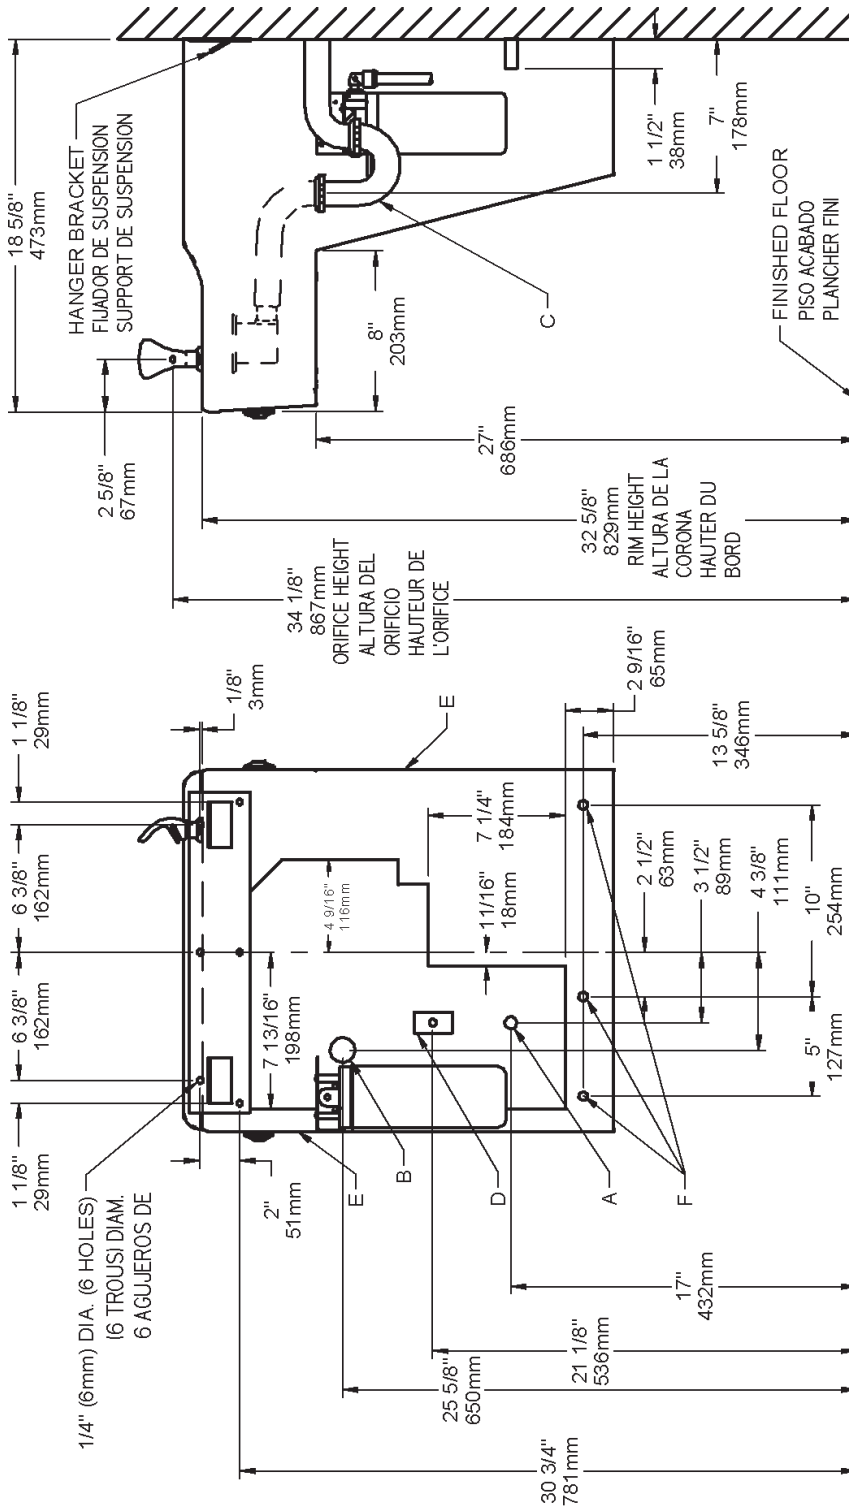

FIG. 5
1) Remove hanger bracket fastened to back of cooler by removing one (1) screw.
2) Mount the hanger bracket and trap as shown in Figure 5.
1) Quite el fijador de suspensión sujetados a la parte posterior del enfriador quitando un (1) tornillo.
2) Monte el fijador de suspensión y quite el purgador como se muestra en la Fig.5.
1) Retirez le support de suspension à l'arrière du refroidisseur en enlevant une (1) vis.
2) Installez le support et le siphon tel qu'indiqué à la fig. 5.